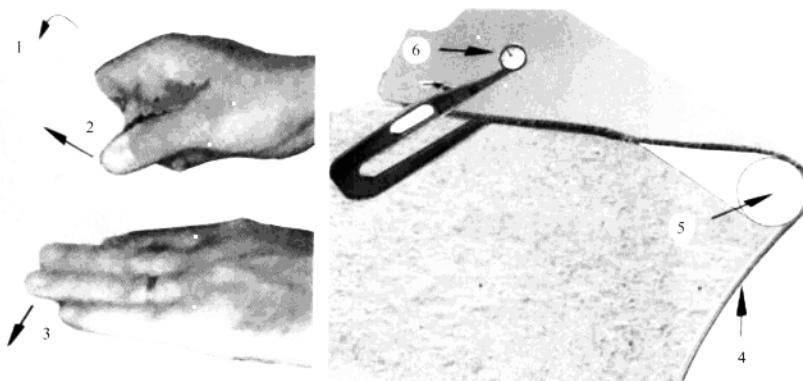

图 5-2 外底革的感官检验方法
① 手摸。用手按牢底革粒面，另一只手将底革一端向内弯起，感受革的软硬力度与弹性；或者用食指和拇指捏住并反复捻揉革身和抚摸（见图 5-2），就能感觉到革身的软硬度、丰满度和弹性，质量好的底革用手抚摸有温柔感。